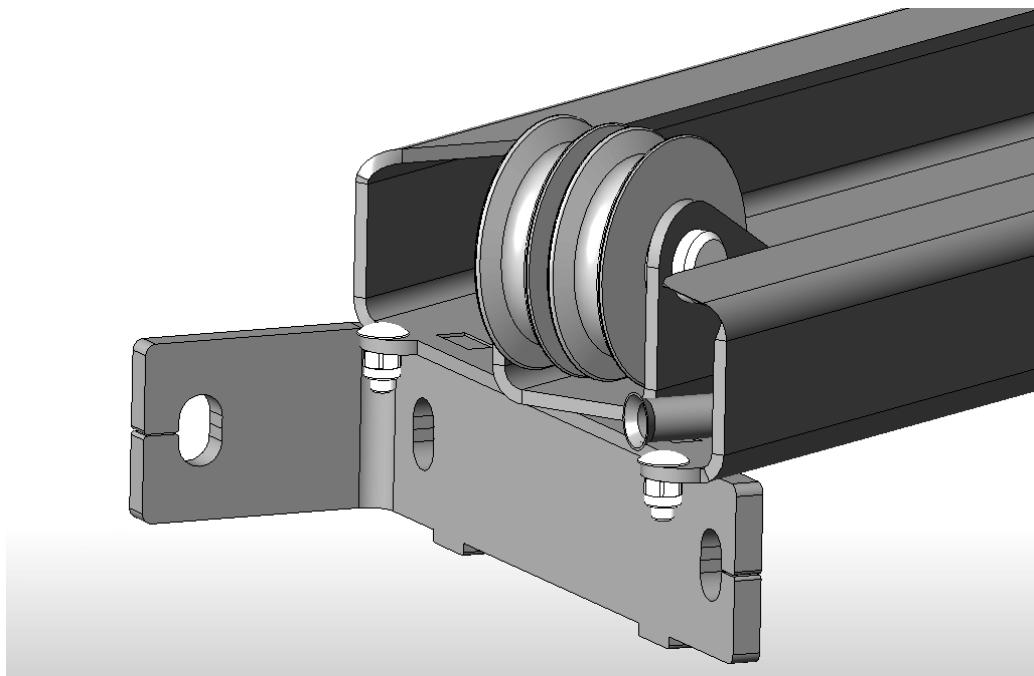

Рисунок 6.2 – Установка зацепов на перекладине
6.3 На готовый бетонный пол ( $4000 \times 1500 \times 250$ мм) установить стойки 1 и 2 (убедиться, что правильно выбрано направление заезда). К стойкам 1 и 2, используя болты M12x35, гайки M12, шайбы 12Г и шайбы 12, привернуть перекладину 3. Для удобства монтажа на концах перекладины закрепить мебельные болты с квадратным подголовком M6x16 (4шт.) и самоконтрящиеся гайки M6 и использовать их в качестве зацепов за колонны (Рисунок 6.2).